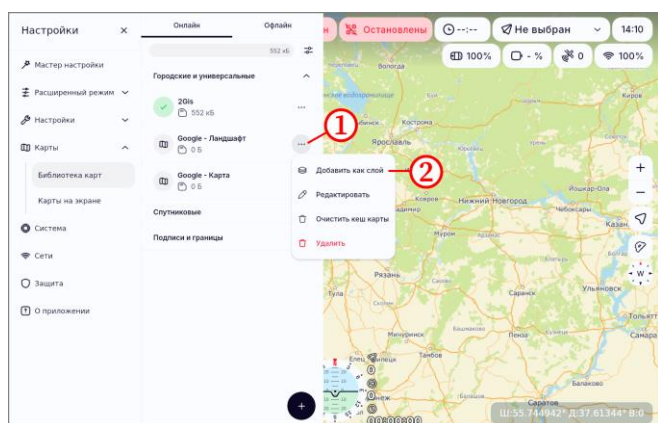

Рисунок 32
- на форме карты «Google - Ландшафт» нажать на кнопку ... (рисунок 32, шаг 1);
- выбрать пункт «Добавить как слой» (рисунок 32, шаг 2);